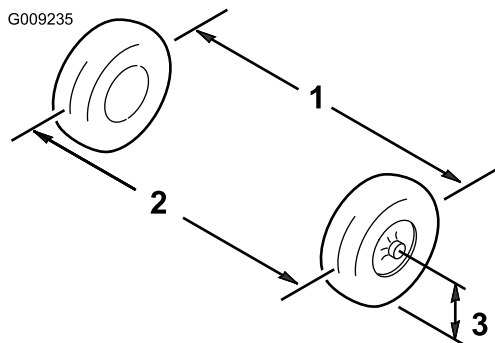

Figura 53
6. Meça a distância entre os pneus dianteiros à altura do eixo na zona dianteira e traseira dos pneus dianteiros (Figura 53).